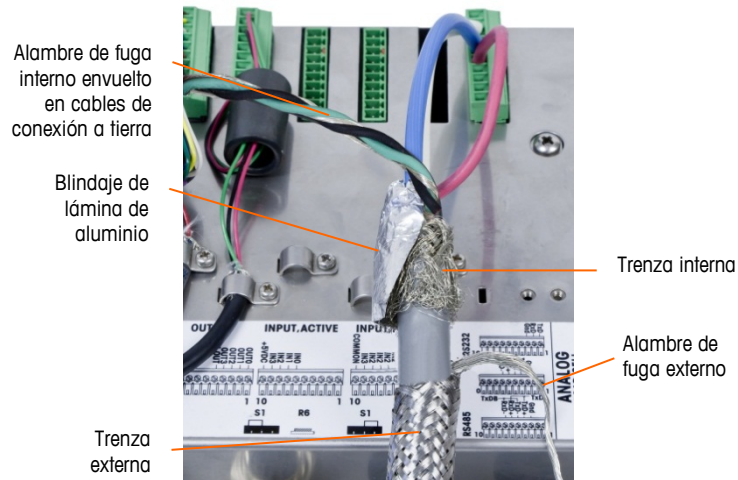

Figura 2-67: Cable de conexión POWERCELL PDX, caja para montaje en panel
- a. Deslice hacia atrás la trenza externa y pliegue la trenza interna recortada y el blindaje de lámina de aluminio hacia atrás de manera uniforme sobre el borde del forro de aislamiento del cable como se muestra en la Figura 2-67.